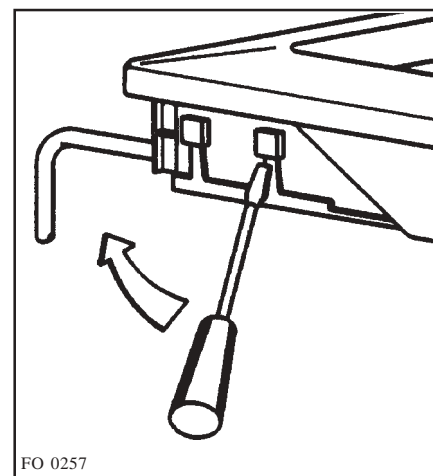

Рис. 4
2. слегка надавите и поднимите (Рис. 4).